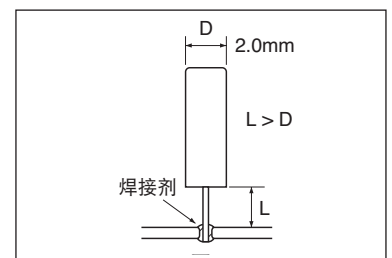

图7
(2) 在导脚焊接完毕之后再弯曲导脚时,务必请留出大于外壳直径长度的空闲部分(参阅图7)。